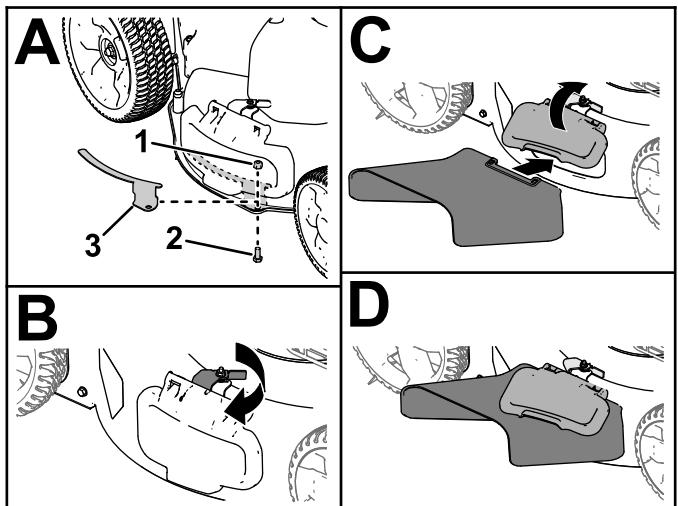

Bild 19
1. Entfernen Sie die Halterung und die Befestigungselemente des Seitenauswurfablenklechs (A in Bild 19).
2. Entriegeln und heben Sie das seitliche Ablenkblech an und setzen Sie den Seitenauswurfkanal ein (B, C und D in Bild 19).
**Wichtig:** Montieren Sie die Ablenkblechhalterung, wenn Sie den Seitenauswurfkanal nicht verwenden (A in Bild 19).